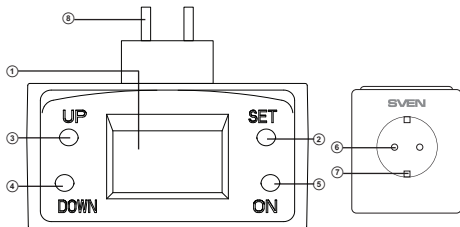

Рис. 1
**Описание конструкции** (рис. 1)
- ① LCD индикатор для отображения величины напряжения сети, отображения значений настраиваемых параметров и индикации состояния реле напряжения
- ② SET: кнопка для перехода в режим программирования и выбора программируемых параметров
- ③ UP: кнопка для увеличения значения устанавливаемого параметра
- ④ DOWN: кнопка для уменьшения значения устанавливаемого параметра
- ⑤ ON: кнопка принудительного подключения нагрузки, выхода из режима установки параметров.
- ⑥ Защитные шторки
- ⑦ Контакты заземления
- ⑧ Вилка для подключения реле напряжения к розетке электрической сети 230 В / 50 Гц